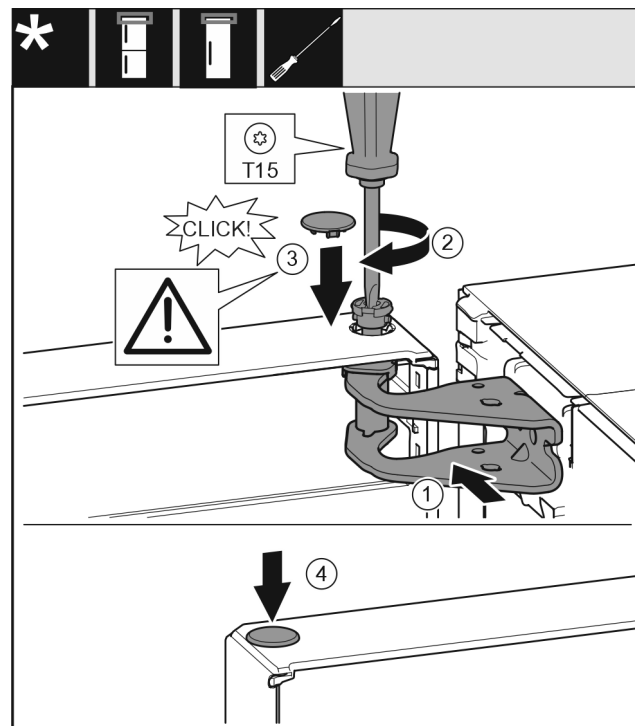

Fig. 19
- Регулирайте вратата горе спрямо отвора в лагерната стойка. Fig. 19 (1)
- Поставете болта и затегнете здраво с отвертка T15. Fig. 19 (2)
- ▶ Монтаж на предпазния капак за осигуряване на вратата: Поставете предпазния капак и проверете дали той е допрян до вратата. В противен случай поставете изцяло болта. Fig. 19 (3)
- ▶ Поставете тапата. Fig. 19 (4)